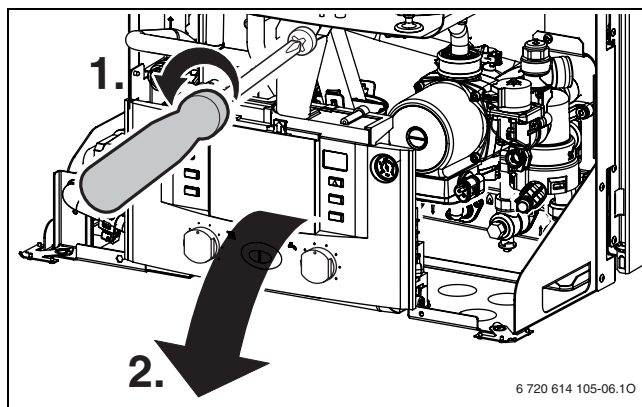

Fig. 13
- Svitare la vite di fissaggio (→ rif. 1, fig. 13) e far ruotare il cruscotto comandi verso il basso.